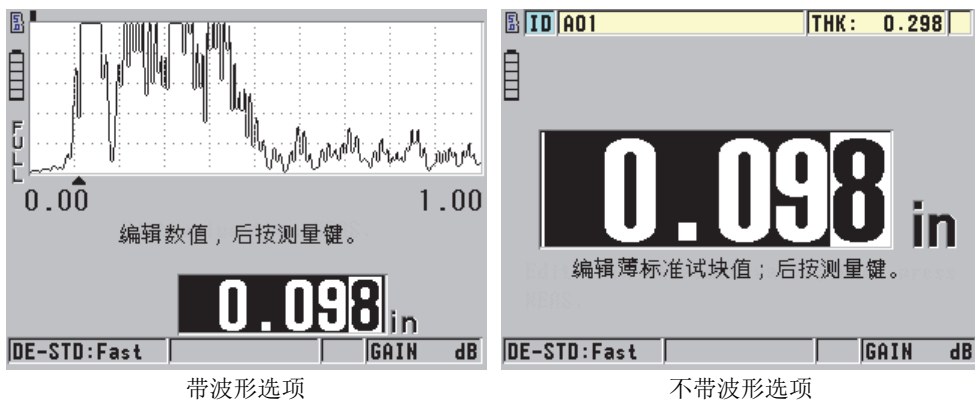

图 5-7 在 5 阶试块上进行零位校准
2. 要使用一个带有或不带波形软件选项的仪器进行零位校准（参见第 56 页的图 5-7）：